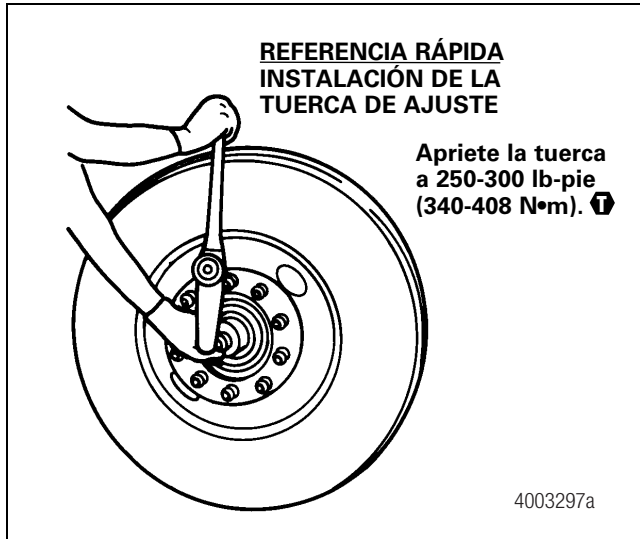

Figura 11.3
1. Instale la tuerca de ajuste y apriétela a 250-300 lb-pie (340-408 N•m) mientras gira la maza en ambas direcciones. Figura 11.3.